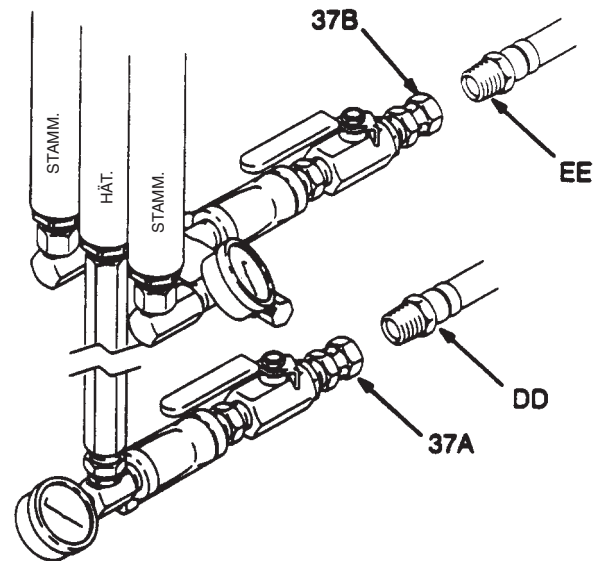

Abb. 7
1. Zuführschlauch für Stammkomponente an den 3/4 NPT Drehgelenkeinlass (37B) für die Stammkomponenten-Dosierpumpe anschliessen. Siehe Abb. 7.
2. Zuführschlauch für den Härter (DD) an den 3/4 NPT Drehgelenkeinlass (37) für die mittlere (Härter)-Dosierpumpe anschliessen. Siehe Abb. 7.